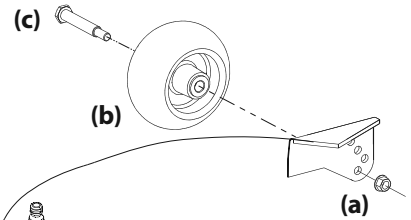

Figura 11
6. Extraiga la tuerca de seguridad (a) rueda de calibración (b) y el tornillo con reborde (c) de la plataforma. Consulte la Figura 11.